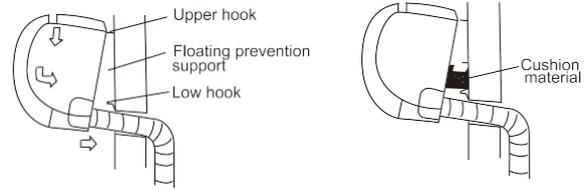

Abb. 12
2. Haken Sie die obere Kralle von der Rückseite der Inneneinheit an den oberen Haken der Montageplatte und schieben die Inneneinheit seitlich zur Kontrolle, dass sie sicher eingehakt ist (siehe Abb. 12).